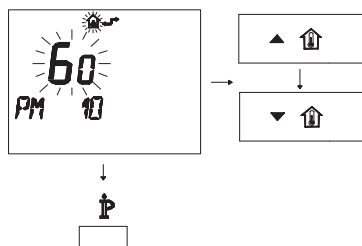

Figura 5.52
- Per modificare il SET programmato agire sui pulsanti  o  e aspettare che il numero programmato cominci a lampeggiare (Figura 5.52).